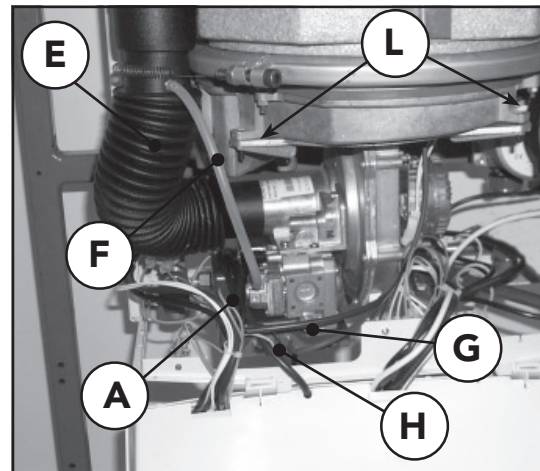

Fig. 24a
3. Koppel de kabels "G" en "H" van de elektrodes van het ontstekingsapparaat los fig. 24a
8. Schroef een na een de 3 borgmoeren "L" los. Eens verwijderd, kan de hele groep "M" bestaande uit brander, elektrodes en zeshoekige basis uit het ketelhuis worden gehaald, zoals geïllustreerd in de reeks afbeeldingen 24d - 24g. Ga voorzichtig te werk, en forceer de lipjes van de zeshoekige basis niet wanneer de pakking "G" een hoge weerstand biedt als gevolg van korstvorming. Mogelijk drupt er wat water of residu naar buiten, dat best niet op de elektrische delen terechtkomt. Fig. 24a Fig. 24b.